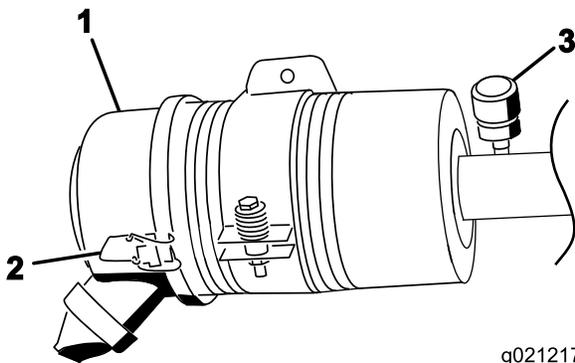

Figura 83
Effettuate la manutenzione del filtro dell'aria quando l'indicatore lo richiede (Figura 83). Sostituendo il filtro dell'aria prima del necessario si aumenta il rischio che la morchia penetri nel motore quando rimuovete il filtro.
3. Rilasciate i fermi che fissano il coperchio del filtro dell'aria al relativo corpo (Figura 83).